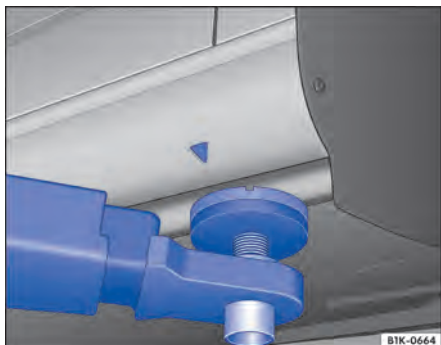
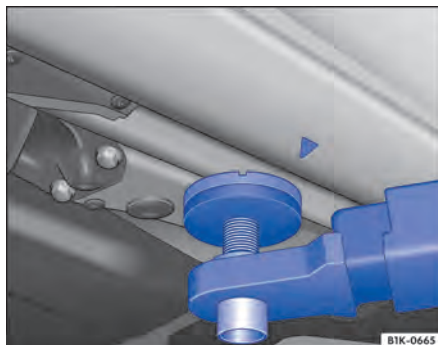

Fig. 143 Pontos de apoio dianteiros para a suspensão com plataforma elevatória ou com macaco.
Fig. 144 Pontos de apoio traseiros para suspensão com plataforma elevatória ou com macaco.
O veículo deve ser suspenso somente pelos pontos indicados nas figuras ⇒ Fig. 143 e ⇒ Fig. 144. Se o veículo não for suspenso pelos pontos indicados, poderão ocorrer danos no veículo ⇒ ❶ e ferimentos graves ⇒ ⚠.
- Suspender o veículo somente pelos pontos indicados nas figuras ⇒ Fig. 143 e ⇒ Fig. 144. Se o veículo não for suspenso pelos pontos indicados, o veículo poderá cair da plataforma elevatória quando, por exemplo, o motor ou a suspensão for desmontado.